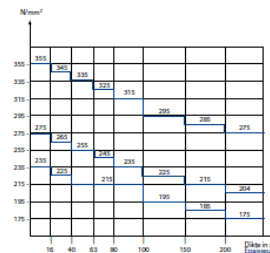

Fig.1: Gereduceerde vloeigrens volgens EN 10025
- De gereduceerde vloeigrens:  $f_y(t)$ , volgens EN 10025. (Fig.1)
\_Fig.1: Limite d'élasticité réduite selon EN 10025
- Limite d'élasticité réduite:  $f_y(t)$ , selon EN 10025. (Fig.1)